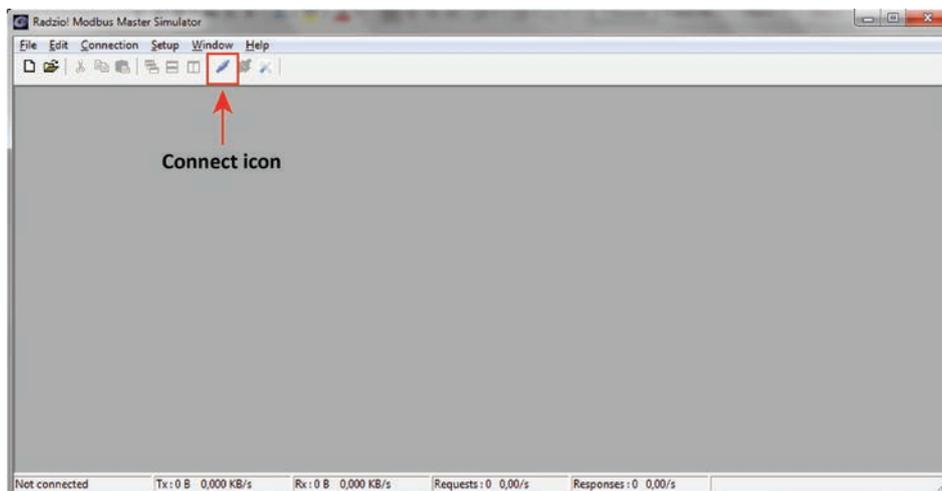

Fig 8: Conectar icono
9. Haga clic en el icono **Conectar** en la barra de herramientas de Radzio para establecer las conexiones. (Fig 8)